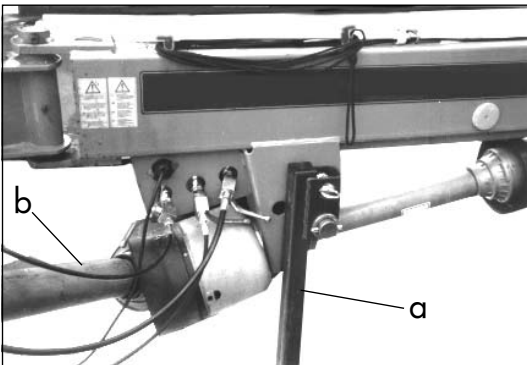

Fig. 3-16
2. Rabattre la béquille (a) jusqu'à ce que le verrouillage prenne l'encoche (fig. 3-16).